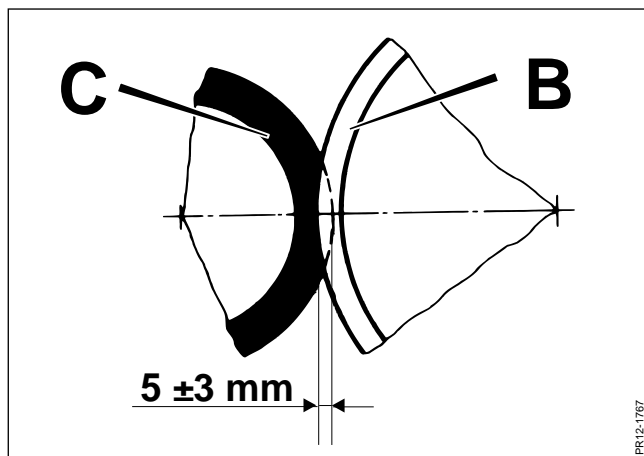

Fig. 4-21
**Fig. 4-21** Overlappet mellem stålfriktionsskiven og gummiskiven er ved reversering  $5 \pm 3 \text{ mm}$ . Der skal ikke justeres for slid, da cylinderen altid trykker med det konstante tryk der bestemmes af overtryksventilen.
Neutralstillingen ligger mellem reversfunktionen, hvor gummiskiven og friktionsskiven er i indgreb (fig. 4-21), og almindelig arbejdsstilling, hvor remtrækket er tilspændt af fjederen og driver indføringen (fig. 4-22).